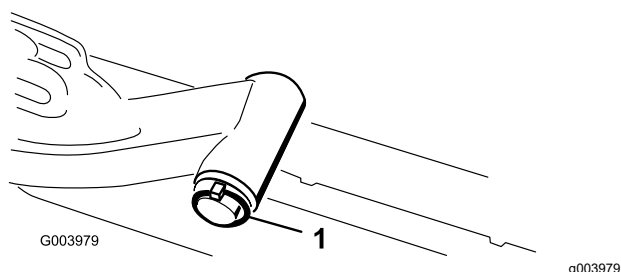

图 18
- A. 拆下将提升臂枢轴固定至提升臂的保险销和垫圈将提升臂枢轴滑出提升臂 (图 18)。
- C. 将提升臂轴插入提升臂用垫圈和保险销将其固定图 18。